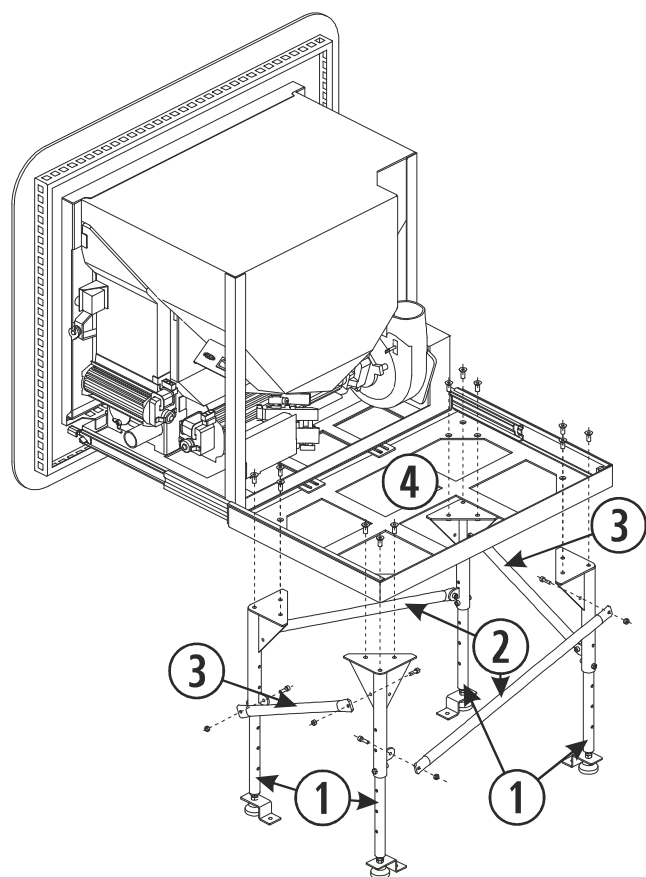

Figura 9
4.15. Unire i 4 piedini formando un rettangolo, con i rinforzi laterali e frontali, come indicato nella *figura 9*.